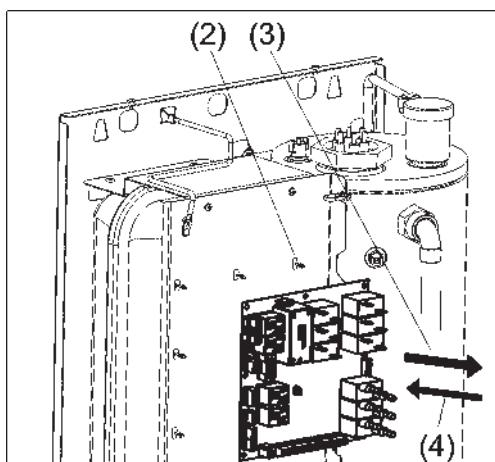

Рисунок 16. Замены платы контроллера
- (1) Отсоедините все провода от платы контроллера (см. рис. 16).
- (2) Отсоедините плату контроллера от панели